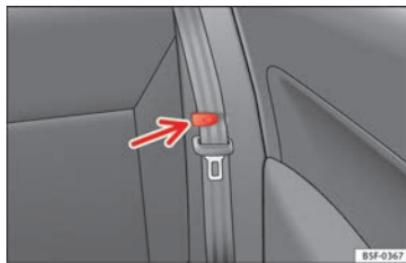

Fig. 153 Pince pour ceinture de sécurité.
- Placer les ceintures de sécurité latérales dans la pince du revêtement »» **fig. 153**.